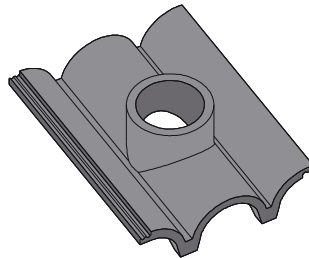

**fig. 7.19**
■ **La tuile de rive** (fig. 7.19) : tuile spéciale posée le long des rives d'une toiture. Elle peut être ou non munie d'un rabat.